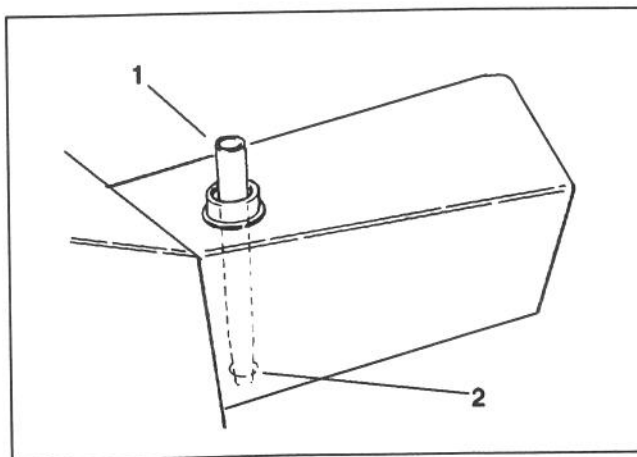

Fig. 33
## UDSKIFTNING AF HYDRAULIKOLIE OG -FILTER (Fig. 33–34)
2. Hvis det kun er filteret, der skal udskiftes, skal beholderens dæksel fjernes og beholderens prop (Fig. 33) sættes i for at blokere udgangen.